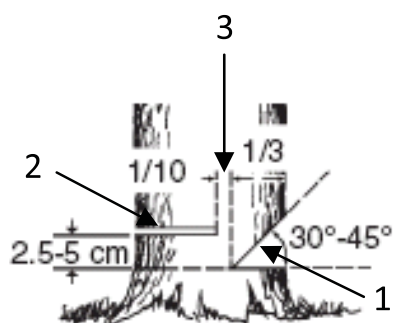

Рис.11
4. Выберите направления падения дерева, для этого следует учесть силу и направление ветра, естественный наклон дерева, равномерность распределения веток в кроне дерева. Начните пилить с той стороны дерева, куда оно должно упасть(Рис.11)